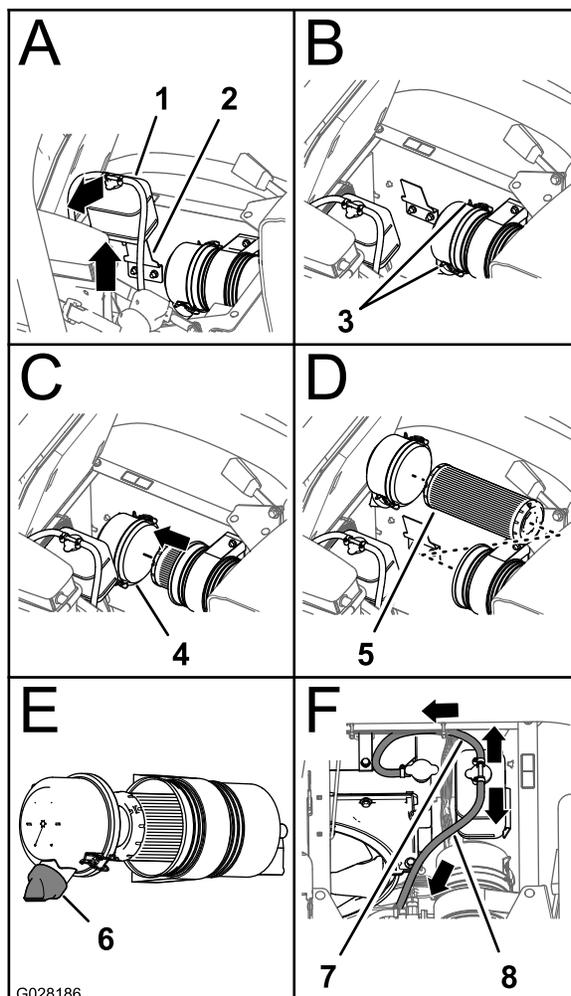

Figura 50
3. Sollevate il serbatoio di troppopieno del refrigerante ed estraetelo dalla staffa di supporto del serbatoio (Figura 50).
4. Allentate i 2 fermi che fissano lo scodellino parapolvere al corpo del filtro dell'aria (Figura 50).
6. Pulite l'interno dello scodellino parapolvere, il corpo del filtro dell'aria e la valvola antipolvere con un panno umido (Figura 49 e Figura 50).
7. Inserite l'elemento del filtro nel corpo del filtro dell'aria (Figura 50).
8. Montate la copertura sul corpo del filtro dell'aria e fissatela con i 2 fermi (Figura 50).
Nota: Assicuratevi che la valvola antipolvere sia allineata tra le ore 5 e le ore 7 se vista dall'estremità (Figura 50).
9. Allineate il serbatoio di troppopieno del refrigerante alla staffa di supporto del serbatoio e inseritelo saldamente in sede (Figura 50).
Importante: Assicuratevi che il flessibile di sfianto della pressione sia disposto in avanti e in basso e che il flessibile di sfianto del serbatoio sia disposto all'indietro, come illustrato nella Figura 50.